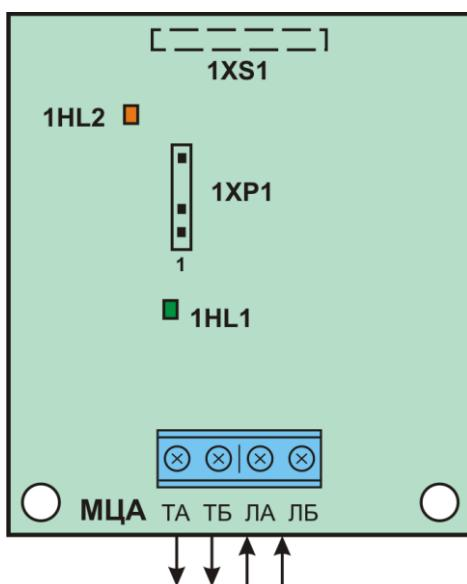

Рисунок 7.11 – Підключення входів та виходів МЦА
- Встановити плату комунікатора на плату БМК приладу, з'єднавши роз'єм 1XS1 комунікатора (рис. 7.11) з роз'ємом 3XP4 приладу (Додаток Г, рис. Г.1) та зафіксувавши плати між собою тримачами.